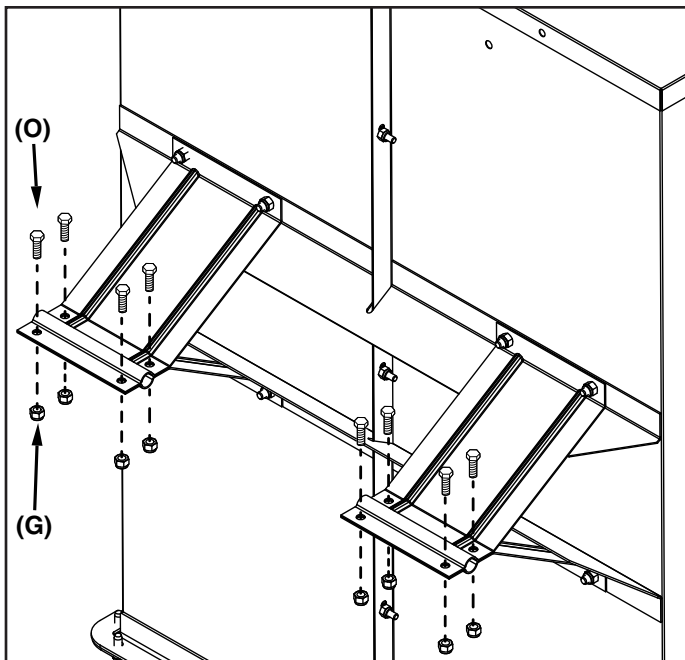

FIGURA 11
PASO 11: (VEA LA FIGURA 11)
- Asegure los soportes de las ruedas usando ocho pernos hexagonales de 5/16" x 3/4" (O) y tuercas nylock de 5/16" (G).